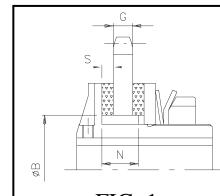

FIG. 1
- In alcuni casi è necessario adattare la dimensione della boccolla (quota N) allo spessore dell'organo da montare secondo le indicazioni sotto riportate (FIG. 1).
- In some cases it is necessary to adjust the bush's dimension (quote N) to a thickness of the drive element to be assembled as below indicated (FIG. 1).
Il solo intervento di manutenzione previsto per i limitatori di coppia a frizione, è quello di ripristinare la coppia d'intervento, mediante regolazione della ghiera, a causa del consumo gli anelli d'attrito dovuto ai ripetuti slittamenti. E' necessario sostituire gli anelli d'attrito prima che la flangia di pressione interferisca con la boccola (FIG. 1).
It's necessary to replace the friction rings before the pressure flange touch the bush (FIG. 1).